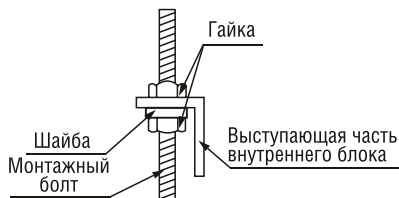

Рис. 5
- Совместите монтажное отверстие внутреннего блока с болтом и прикрепите его (рис. 5).